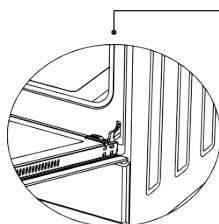

Figure 1.1
2. Observez attentivement les charnières de la porte pour y repérer des sortes de petits crochets. Ces petits crochets sont les languettes de verrouillage des charnières de la porte (figure 1.1)